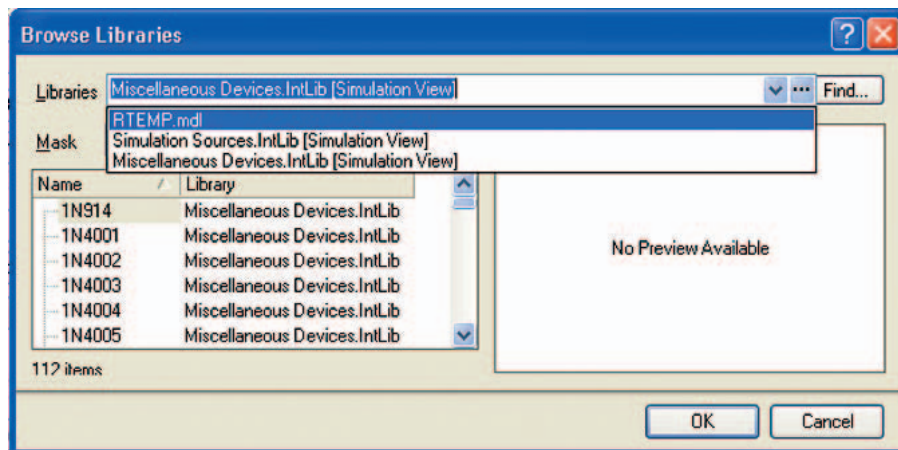

Рис. 7. Подключение пользовательской модели
- Выбираем вариант Any, после чего при нажатии кнопки Browse будут доступны все модели в подключенных библиотеках и внутри проекта (см. рис. 7). В выпадающем списке Libraries выбираем созданную модель RTEMP и нажимаем кнопку OK во всех открытых окнах. Теперь проведём рассмотренный ранее анализ переходных процес-